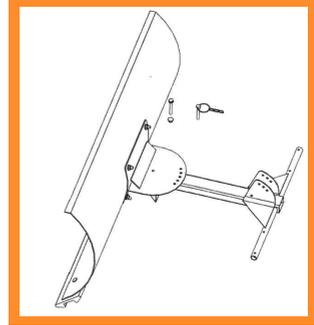

Bild . 1
1. Um den Schaufelkopf am kleineren kreisförmigen Teil des Tragrahmens (Teil B) zu befestigen, verwenden Sie 4 Knopfschrauben M8 x 25 und stecken diese in die vorgebohrten Löcher. Mit Unterlegscheiben, Muttern und Spannscheiben befestigen (Bild 1).
2. Um den Hauptteil des Tragrahmens (Teil I) am Kleinteil zu befestigen, verwenden Sie eine Flanschschraube M6 x 35 und stecken diese in das vorgebohrte Loch in der Mitte. Mit einer kleinen Unterlegscheibe, Mutter und Spannscheibe befestigen (Bild 1).